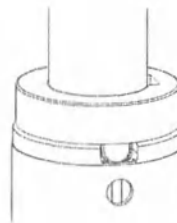

Рисунок 23 – Фиксация штатива для внутривенных вливаний
2. Поверните штатив для внутривенных вливаний, чтобы зафиксировать его в гнезде для принадлежностей (Рисунок 23).